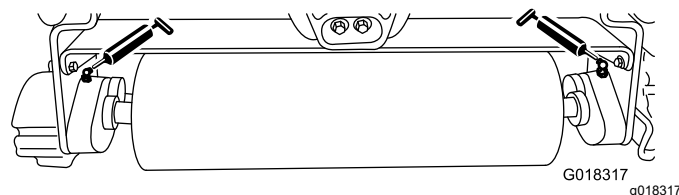

Figura 8
Lubrificare i 2 raccordi d'ingrassaggio (Figura 8) su ciascun'unità tri-roller dopo ogni 15 ore di funzionamento, utilizzando grasso a base di litio n. 2. Utilizzate una pistola di ingrassaggio manuale per ottenere i migliori risultati.
2. Applicate il grasso sui cuscinetti dell'asse dell'unità tri-roller finché non sentite la pressione (Figura 8).